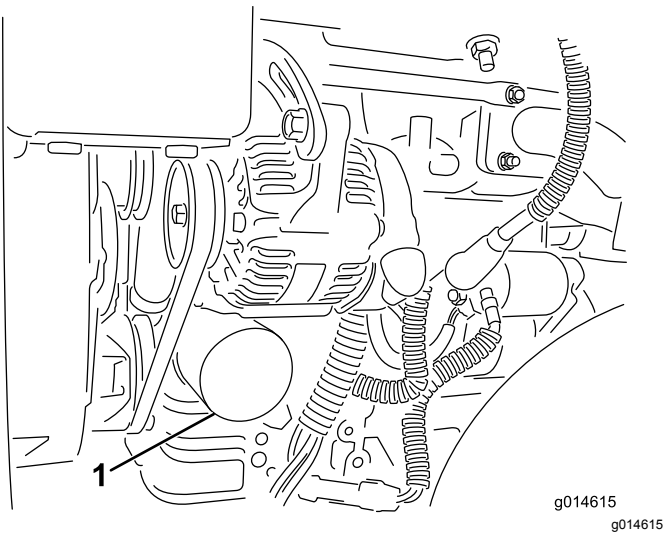

Figura 44
2. Retire o filtro do óleo (Figura 44). Aplique uma leve camada de óleo limpo na gaxeta do novo filtro.